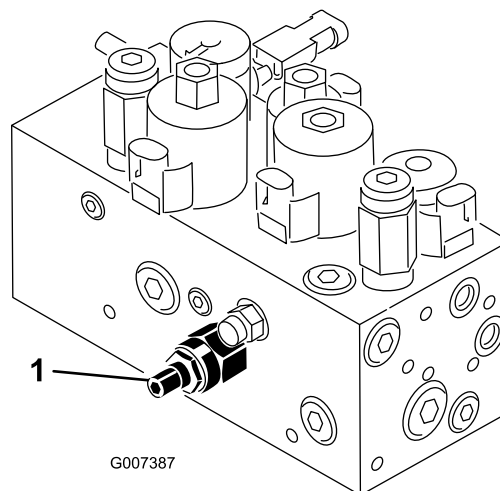

Figura 58
O circuito de elevação da unidade de corte encontra-se equipado com uma válvula de controlo de fluxo (Figura 58). Esta válvula é previamente configurada pelo fabricante, encontrando-se cerca de 3 voltas aberta, mas por vezes é necessário efectuar ajustes de modo a compensar diferenças na temperatura do óleo hidráulico, nas velocidades de corte, etc. Se for necessário algum ajuste proceda da seguinte forma:
1. Levante o banco e localize a válvula de controlo do fluxo (Figura 58) montada no cilindro hidráulico para o apoio central.